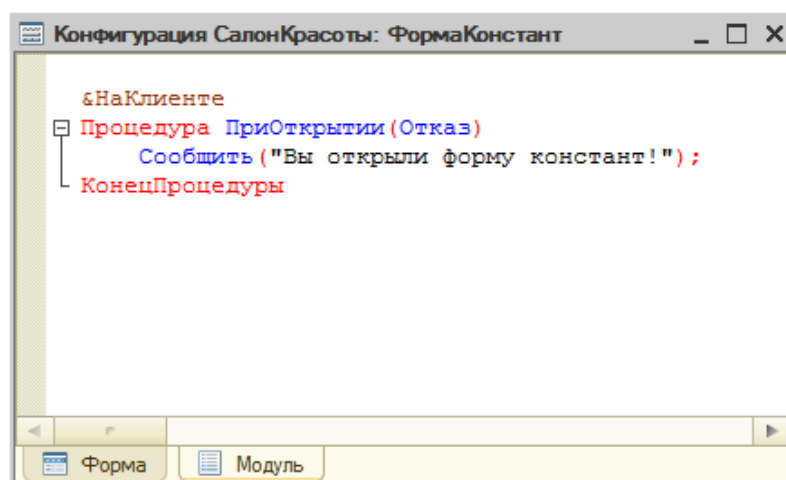

Рисунок 5.17- Вывод сообщения пользователю из модуля формы констант
7.10 Откроем окно редактирования формы констант (**Общие формы > ФормаКонстант**), перейдем на вкладку **Модуль**, на панели инструментов **Модуль** выберем стандартный обработчик события **ПриОткрытии**, отредактируем тело обработчика, чтобы оно приняло следующий вид, Рисунок 5.17: